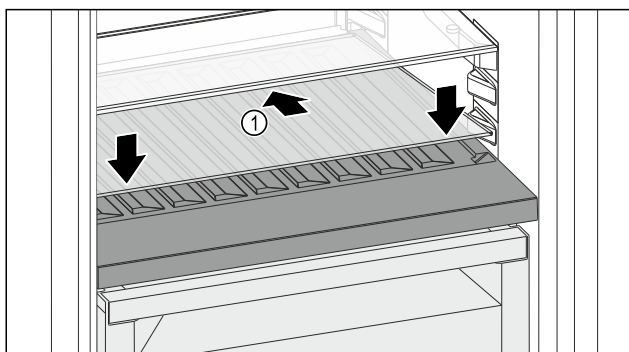

Fig. 167
- Nasadte sklenú dosku Fig. 167 (1) šikmo a naklonenú smerom dozadu nadol.
- Spustíte sklenú dosku Fig. 167 (1) vpredu.